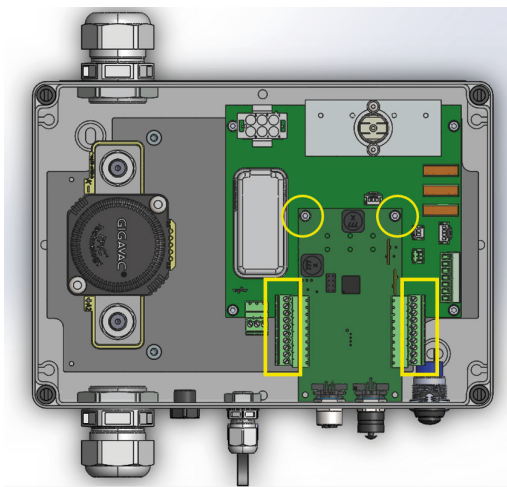

Figure 21. Vis hexagonales M3 et connecteurs à déconnecter
4. À l'aide de la clé hexagonale M3, retirez les deux vis qui fixent la carte BCI aux supports, et débranchez les deux connecteurs verts comme indiqué dans la figure 21.